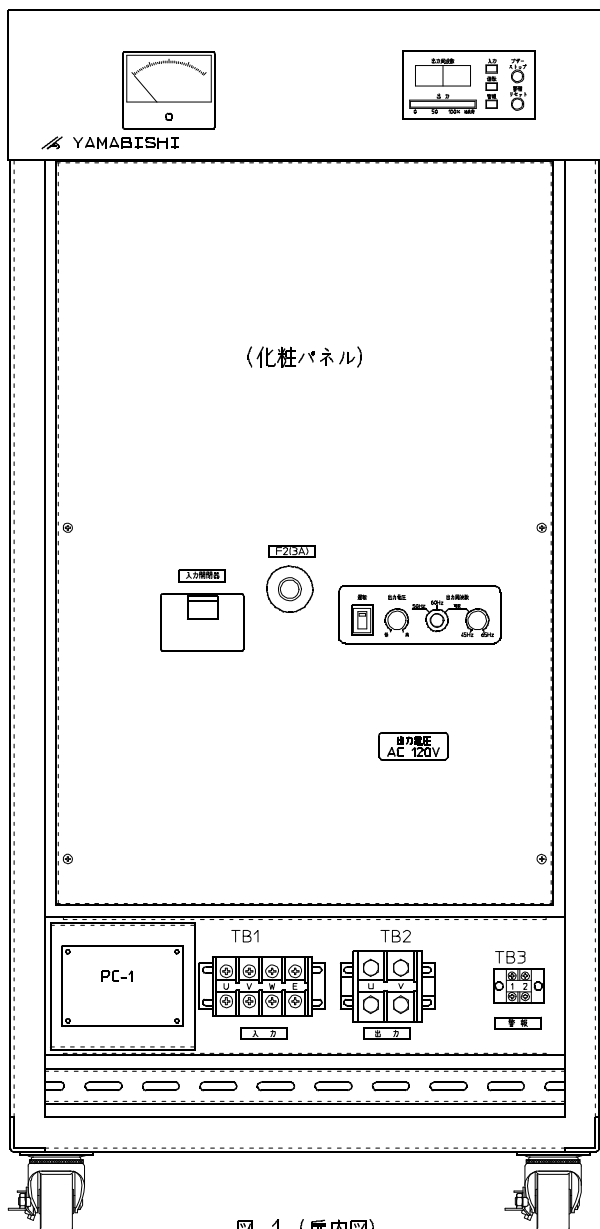

図 1 (扉内図)
- 1, 図1に示す化粧パネルのM4ねじ(4箇所)を取り外すと